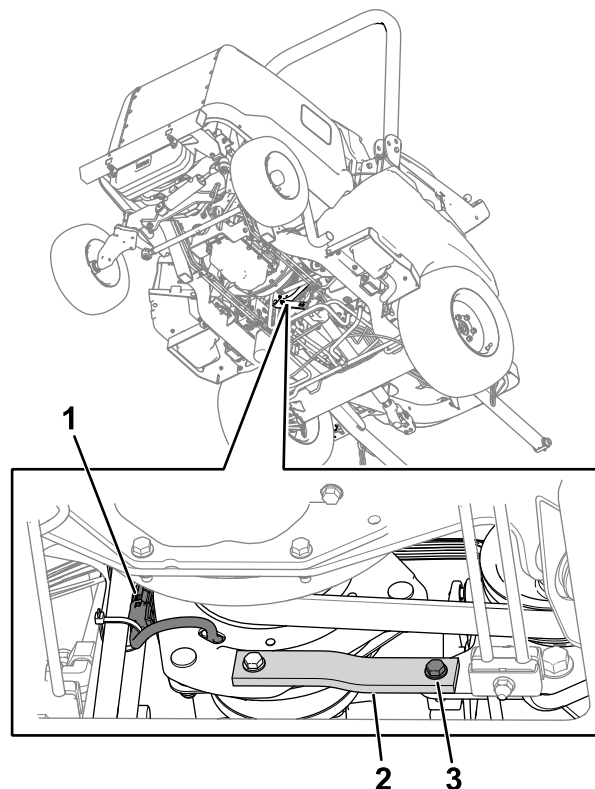

Figura 75
2. Scollegate il connettore del cablaggio preassemblato della frizione dal cablaggio preassemblato della macchina (Figura 75).
3. Rimuovete il bullone, la rondella e il dado dal cinghiolo in gomma (Figura 75) sul telaio. La cinghia di gomma contiene un distanziale; assicuratevi che non sia mal posizionato.